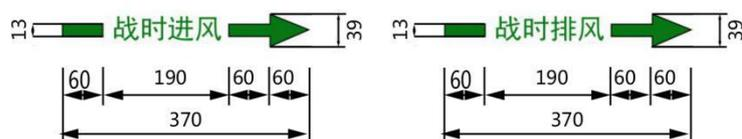

图 5-2 通风类管线标识样式及尺寸示例
5.5 通风类管线标识。通风类管线标识由管线名称和气流箭形组成。管线名称用汉字标明，如：“战时进风”、“战时排风”、“战时送风”、“战时回风”、“战时进气”、“战时排烟”等。标识样式及尺寸示例见图 5-2。